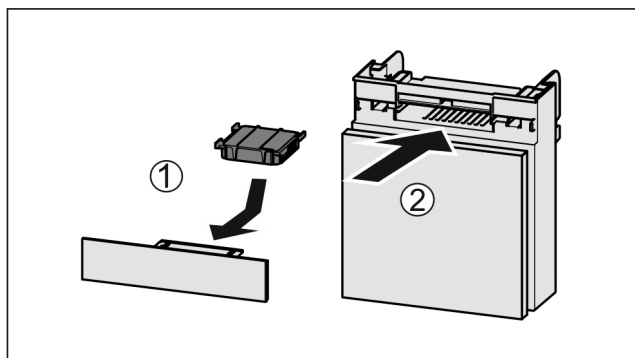

Fig. 143
- Insérer le filtre à charbon actif d'après le schéma Fig. 143 (1).
- Insérer le compartiment Fig. 143 (2).